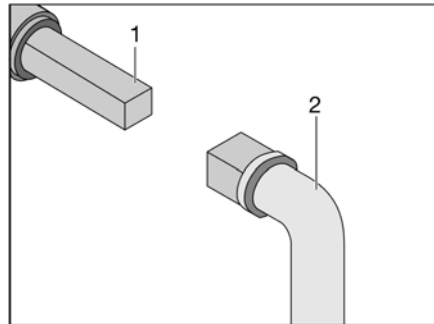

Fig. 339 Utilisation du robinet d'évacuation des eaux usées
- Insérer la clé (Fig. 339,2) sur la vis à quatre pans (Fig. 339,1).